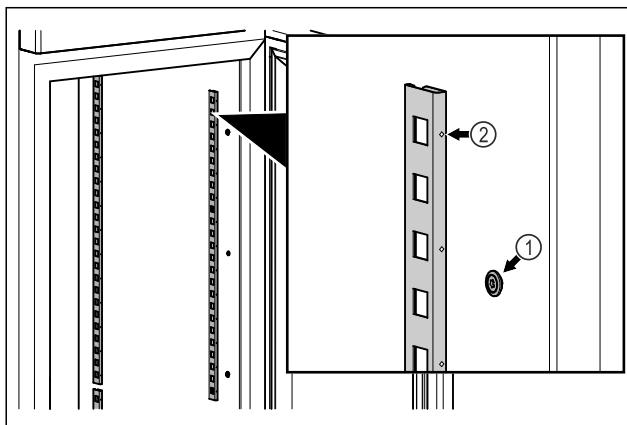

Fig. 48 Atvaizdo pavyzdys
- Įkabinkite fiksavimo juosteles į pakabą Fig. 48 (1). Žyma Fig. 48 (2) turi būti nukreipta į priekį.